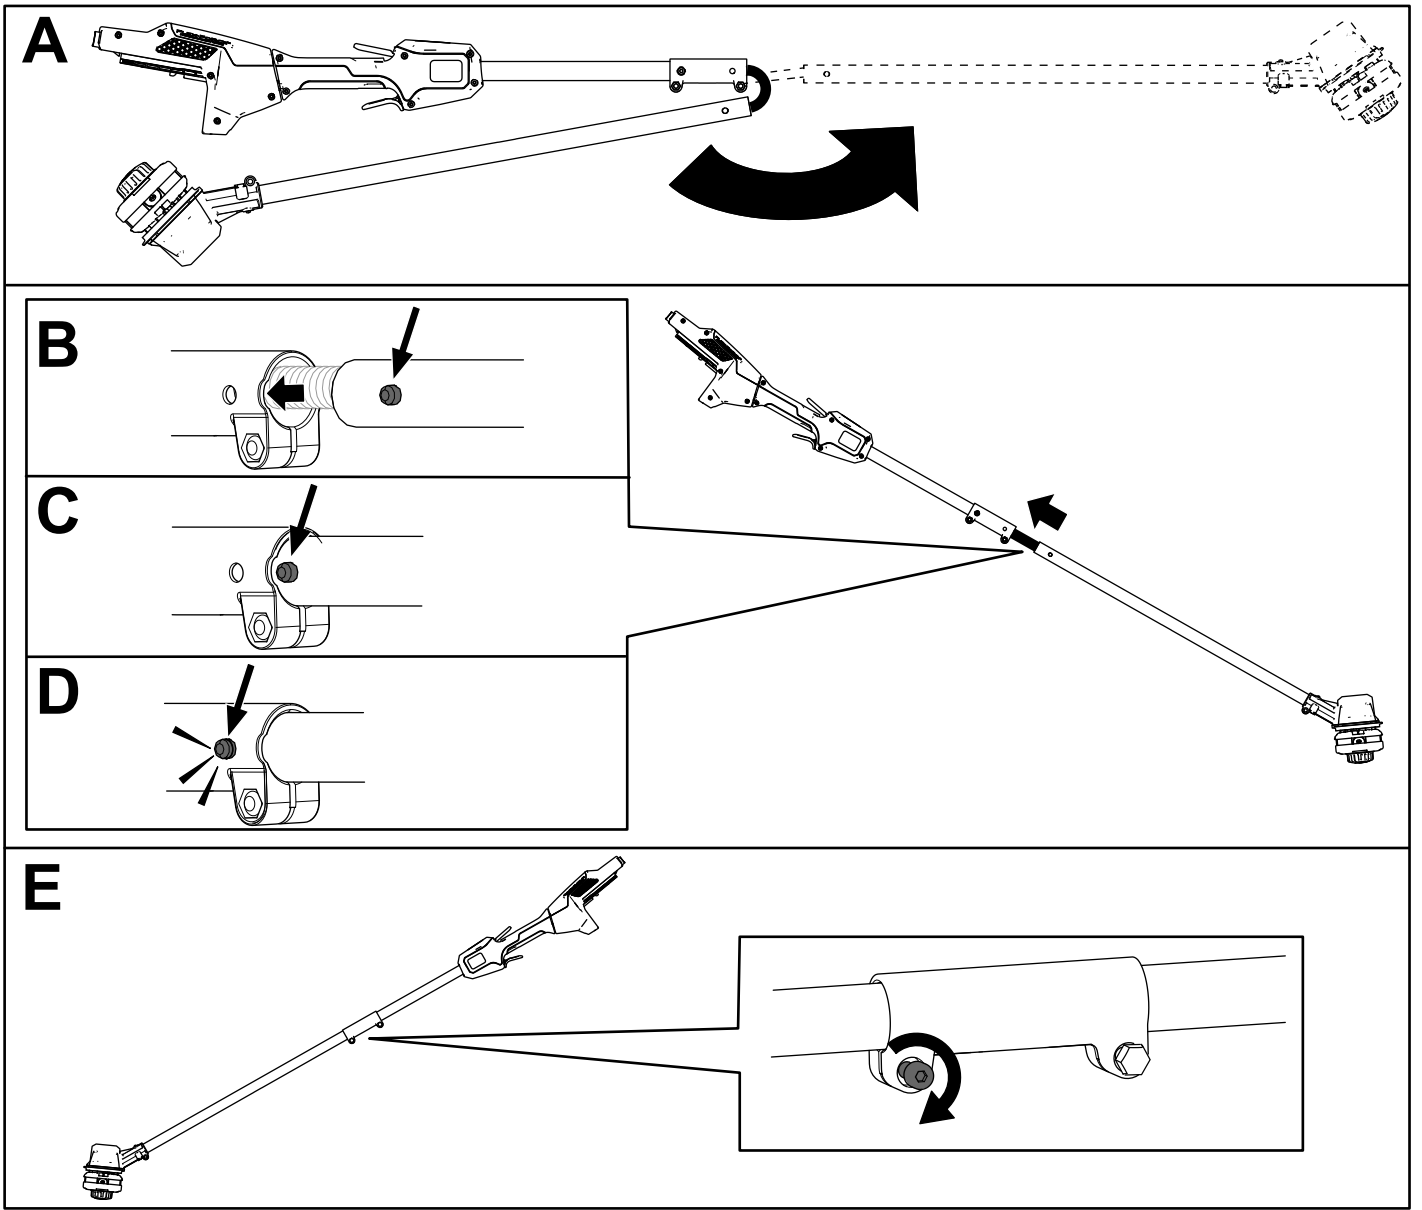

Figura 3
1. Aprite l'albero (A della Figura 3).
2. Allineate il pulsante di bloccaggio sull'albero inferiore con il foro scanalato sull'albero superiore e fate scorrere insieme i 2 alberi (B e C della Figura 3).
- Nota:** Il pulsante di bloccaggio scatta nel foro scanalato quando entrambi gli alberi sono fissati (D della Figura 3).
3. Utilizzando la chiave a brugola in dotazione, serrate la vite sul connettore dell'albero fino a quando non è fissata (E della Figura 3).